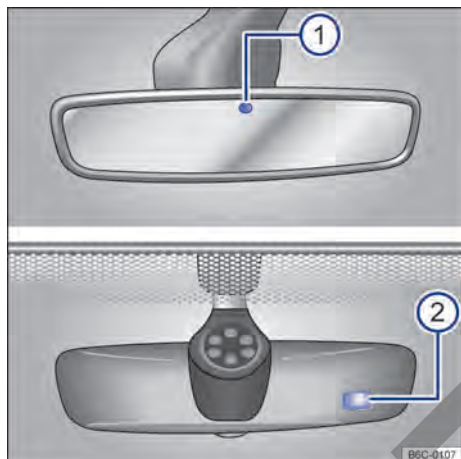

Fig. 75 En el parabrisas: espejo retrovisor interior antideslumbrante automático.
Con la ignición conectada, los sensores miden la incidencia de la luz por atrás → **fig. 75** ① y por adelante ②.